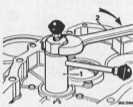

Abb. F.22
43. Das andere Mittellaufrollenlager mit Werkzeug 18G 581 aus dem Schwerganggehäuse ausbauen, Abb. F.22.